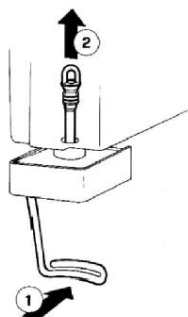

Rysunek 1
- Przełącznik urządzenia znajduje się po prawej stronie maszyny; aby go włączyć, należy wcisnąć go w taki sposób, aby kółko było w wyróżnionej pozycji (RYS. 1).
- Aby zatrzymać działanie urządzenia, należy przełącznik w taki sposób, aby linia była w wyróżnionej pozycji (RYS. 1).
- Najpierw zdjąć pokrywę. Pociągnąć (1) i wyjąć (2) płytę z nakrętki mocującej (rys. 1).